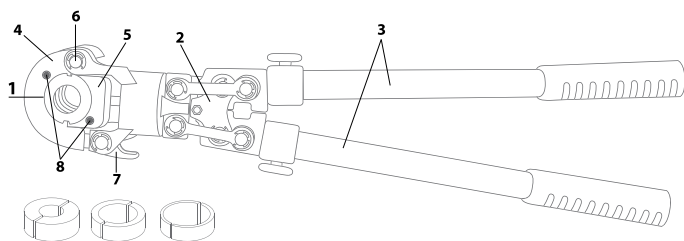

Рис. 1
Пресс-клещи (рис.1) состоят из головки (1), зубчатого механизма (2), рукоятки (3) для приложения усилий при опрессовке и сменных пресс-вкладышей. Головка состоит из двух полуобойм: верхней (4) и нижней (5), для размещения в них двух полуколец пресс-вкладыша. Пресс-вкладыши, входящие в комплект, имеют профиль типа «ТН», распространенный при монтаже металлопластиковых трубопроводов.